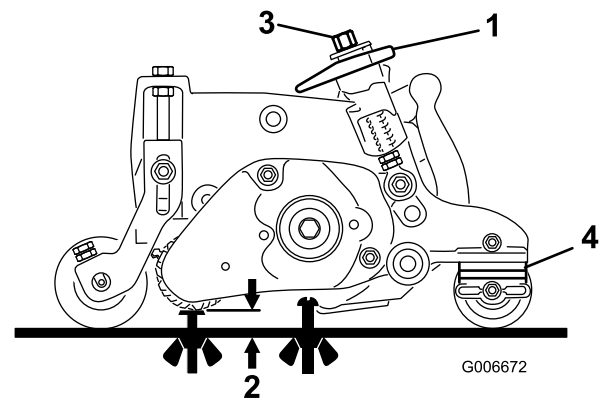

Bild 42
3. Drehen Sie die Express-Hubhebel (Bild 42) auf die eingekuppelte Stellung (Griff zeigt zur Vorderseite der Schneideinheit). **Stellen Sie die Messlehre mit der Tabelle mit dem empfohlenen Bereich für die Schnitthöhe und die Groominghöhe ein.**
4. Messen Sie an einem Ende der Groomerspindel den Abstand von der niedrigsten Spitze des Groomermessers bis zur Arbeitsoberfläche (Bild 42). Drehen Sie das Handrad zur Höheneinstellung (Bild 42), um die Spitze des Groomermessers auf die gewünschte Höhe anzuheben oder abzusenken.